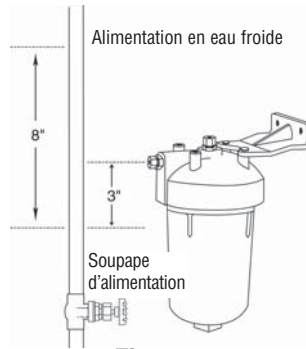

Figure 5
5. Mesurer environ 7,6 cm (3 po) vers le bas à partir du centre de l'entrée du filtre et faire une marque sur le tube. À partir de cette marque, mesure 20,3 cm (8 po) vers le haut, et faire une marque. Cela indique la portion du tuyau à retirer. Si nécessaire en raison d'un manque d'espace de travail, on peut couper une plus grande longueur de tuyau. (Figure 5)